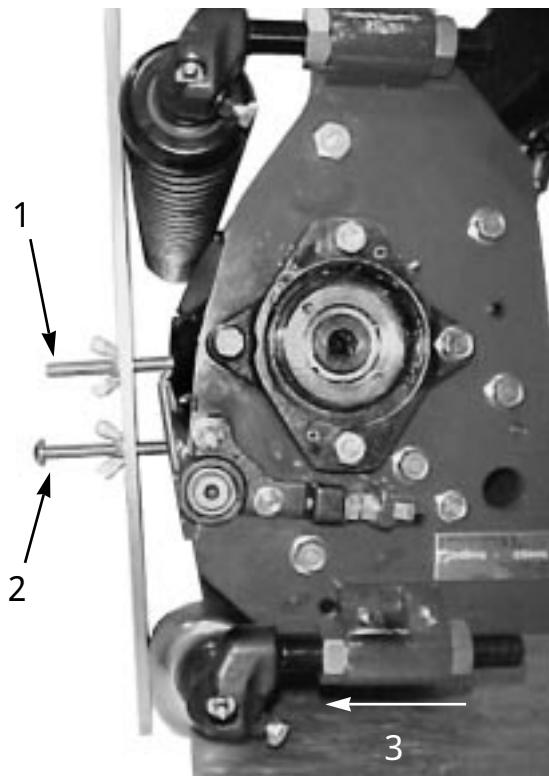

図13
1. カッティングユニットを立てた状態で、前後のローラにゲージバーを差し渡す（図13）。
2. 後ローラを調整してゲージにぴったりと接触させる（図13）。